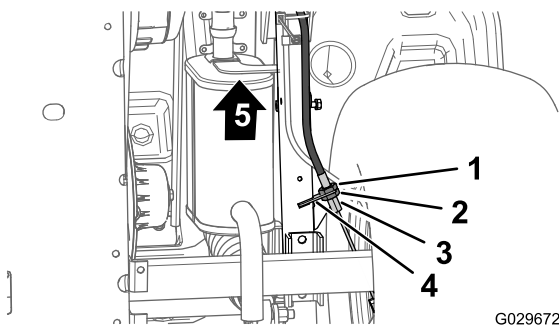

Figura 71
3. En la parte inferior de la máquina, afloje 4 vueltas la contratuerca trasera del ajustador roscado del cable del freno de estacionamiento (Figura 71).
4. Apriete la contratuerca delantera (Figura 71).
- A. Afloje 1 vuelta la contratuerca delantera (Figura 71) del ajustador roscado del cable del freno de estacionamiento.
- B. Apriete la contratuerca trasera (Figura 71).
- A. Afloje 1 vuelta la contratuerca trasera (Figura 71) del ajustador roscado del cable del freno de estacionamiento.
- B. Apriete la contratuerca delantera (Figura 71).